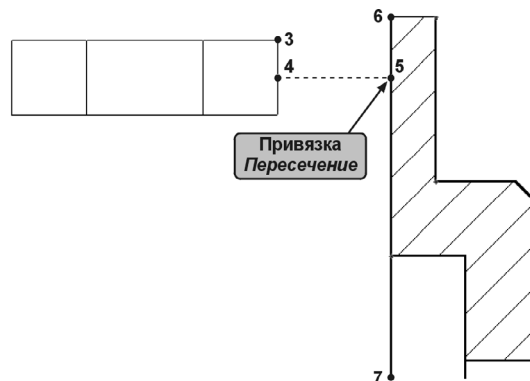

Рис. 22.13. Формирование ответвления
- 5.2. В соответствии с Образцом выберите среднюю точку справа (точка 4 на рис. 22.13).